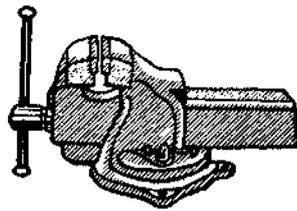

Fig. 104
*Morsa* (Fig. 104). — É nesta prensa que fazemos e amolamos os ferros de tupia, reparamos as fechaduras e tantas outras coisas.